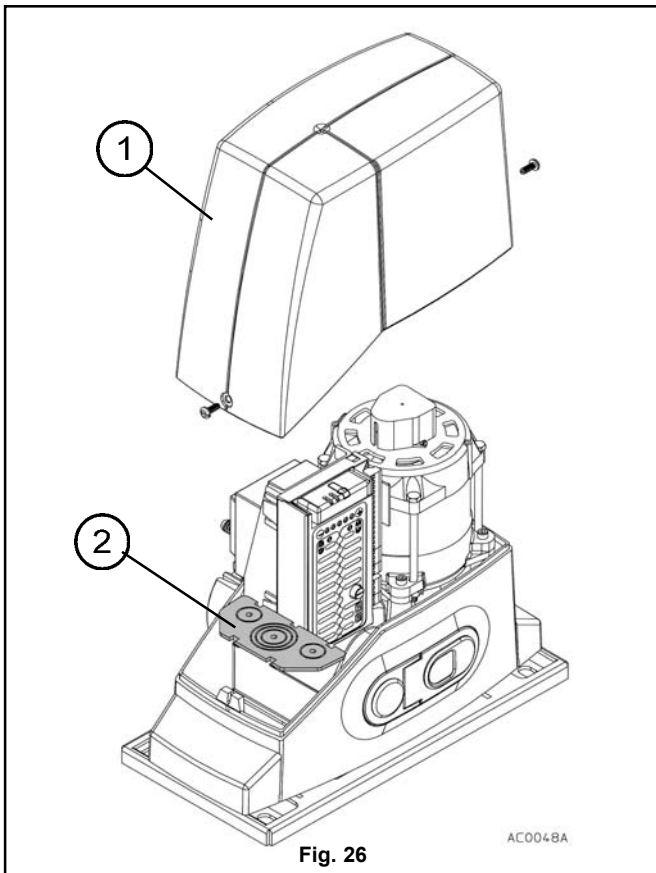

Fig. 26
- a) Per accedere alla centrale smontare il coperchio del riduttore (1 fig. 26) togliendo le due viti laterali di fissaggio (operazione già effettuata nel posizionamento e installazione motoriduttore).
- b) Aprire nella porta pressacavi (2 fig. 26) i fori prefustellati, inserire i pressacavi idonei al mantenimento del grado di protezione, quindi infilare attraverso i pressacavi i cavi necessari ai collegamenti (tenere separati i cavi con 230 V da quelli a bassissima tensione).